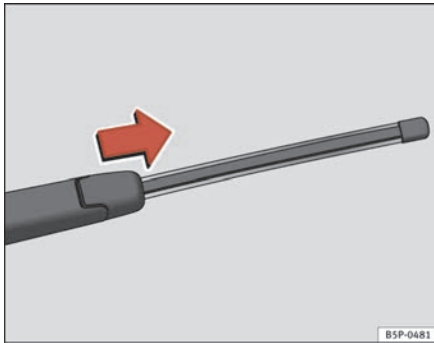

Abb. 163 Heckwischerblatt abnehmen
- Klappen Sie den Scheibenwischerarm von der Heckscheibe weg ⇒ Abb. 163.
- Verschieben den Adapter des Wischerblatts in Richtung des Pfeils und nehmen Sie das Wischerblatt ab ⇒ Abb. 163.